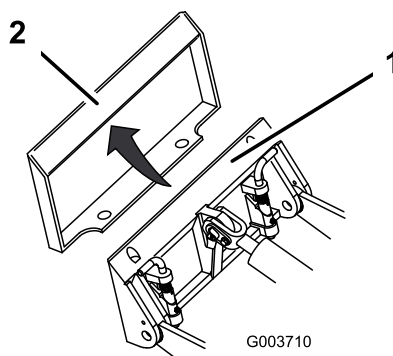

Рисунок 16
4. Вставьте монтажную пластину под верхнюю кромку установочной пластины навесного орудия (Рисунок 16).